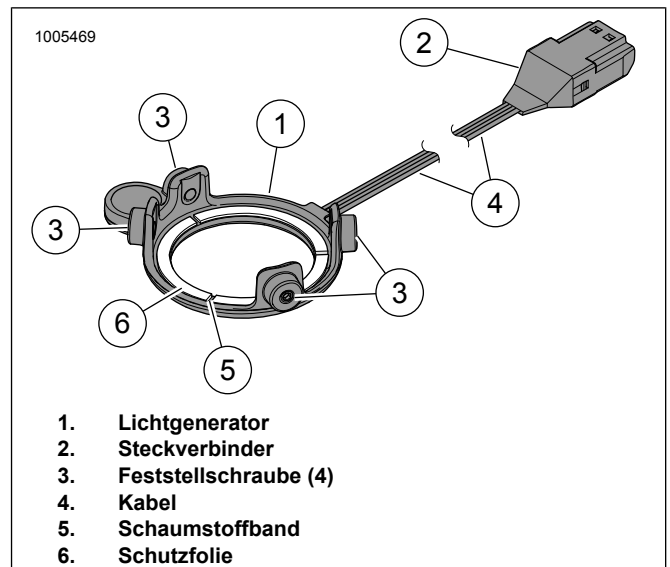

Abbildung 14. LED-Beleuchtung, Runde Stage I-Lautsprecher
3. Siehe Abbildung 14. Die Schutzfolie (6) vom Schaumstoffklebeband (5) auf der Rückseite des Lichtgenerators (1) abziehen.